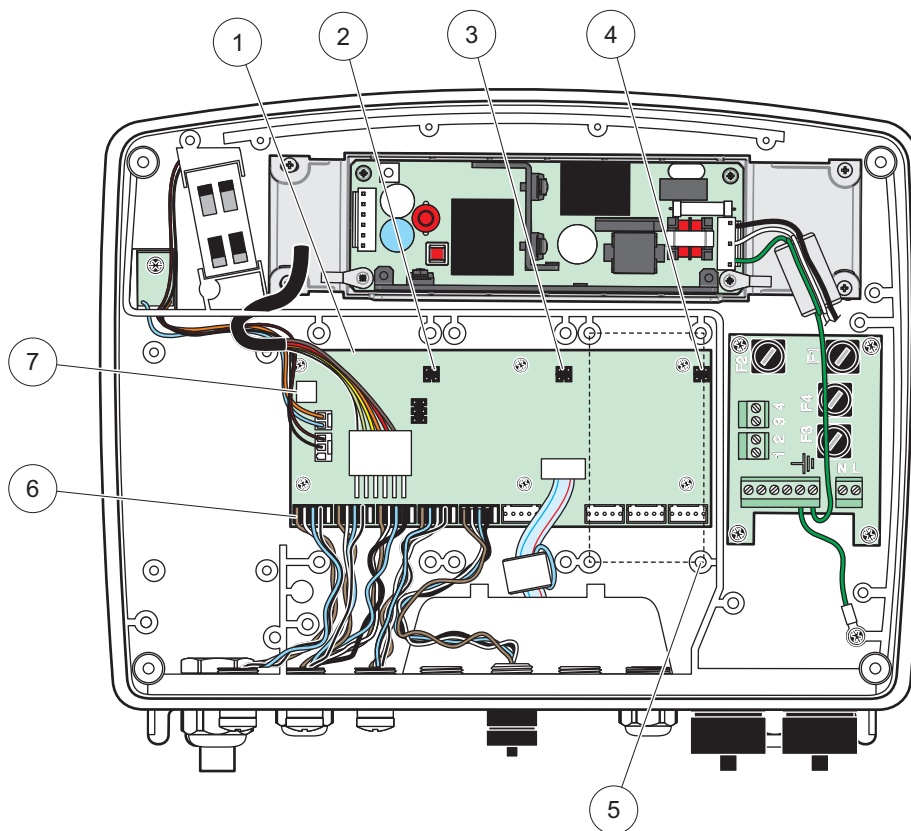

Figura 17 Ligações da placa de circuitos central da placa de expansão
4. Instale o conector da placa na ligação correcta na placa de circuitos central (Figura 17).
3. Instale o conector da placa na ligação correcta na placa de circuitos central (Figura 17).